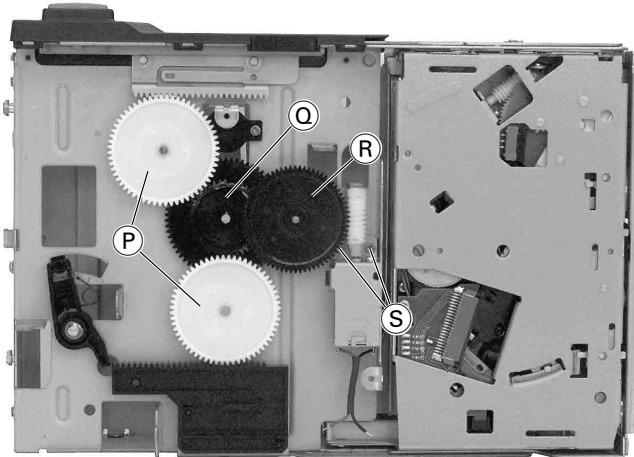
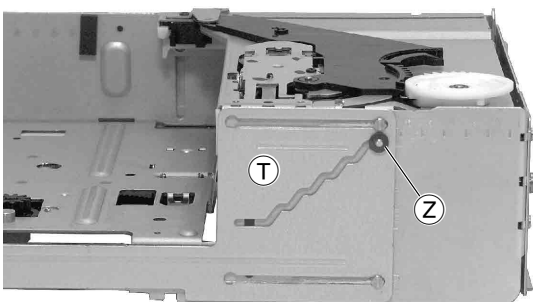
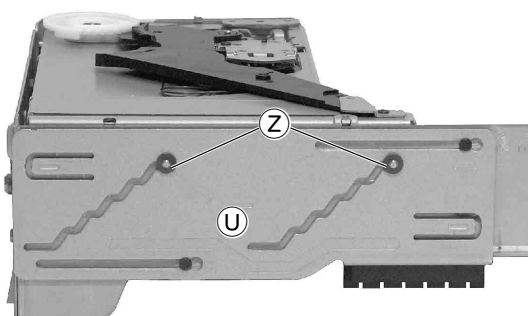

Fig. 8
Fig. 10
Fig. 12
**6. Loading-Antrieb zerlegen (Fig. 8)**
- Die Zahnräder (P), (Q) und (R) können mit einem Schraubendreher herausgehoben werden.
- Zum Ausbau des Motors Zahnrad (R) ausbauen und die 2 Schrauben (S) herauserschrauben.
- **Achtung:** Wurde wenigstens eines der beiden Zahnräder (P) ausgebaut, beim Zusammenbau darauf achten, dass die 2 Schieber (T) (Fig. 10) und (U) (Fig. 12) in der gleichen Position stehen.
- Loading-Einheit in die oberste Position bringen (vgl. Fig. 10 und 12).
- 3 Sicherungsscheiben (Z) (Fig. 10 und 12) abziehen.
**6. Disassembling the loading drive (Fig. 8)**
- The gear wheels (P), (Q) and (R) can be pushed out with a screwdriver.
- Remove gear wheel (R) and undo the 2 screws (S) to remove the motor.
- **Attention:** If at least one of the gear wheels (P) had been removed, take care that both slides (T) (Fig. 10) and (U) (Fig. 12) are in the same position when reassembling.
- Move the loading unit to the topmost position (see Fig. 10 and 12).
- Pull off the 3 retainer washers (Z) (Fig. 10 and 12).